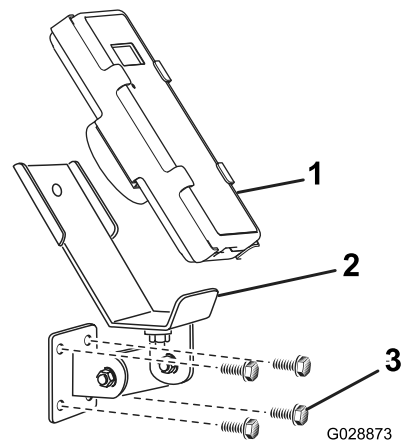
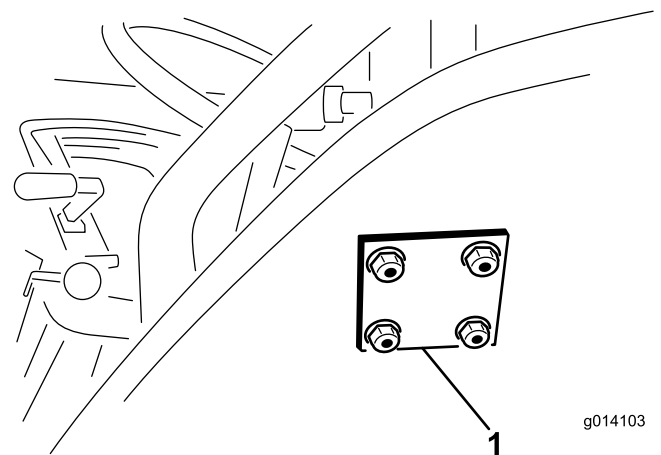

Figura 10
Figura 11
- Sujete el soporte de montaje y la chapa de refuerzo con 4 pernos con arandela prensada (5/16" x 1½") y contratuercas con arandela prensada (Figura 10 y Figura 11).